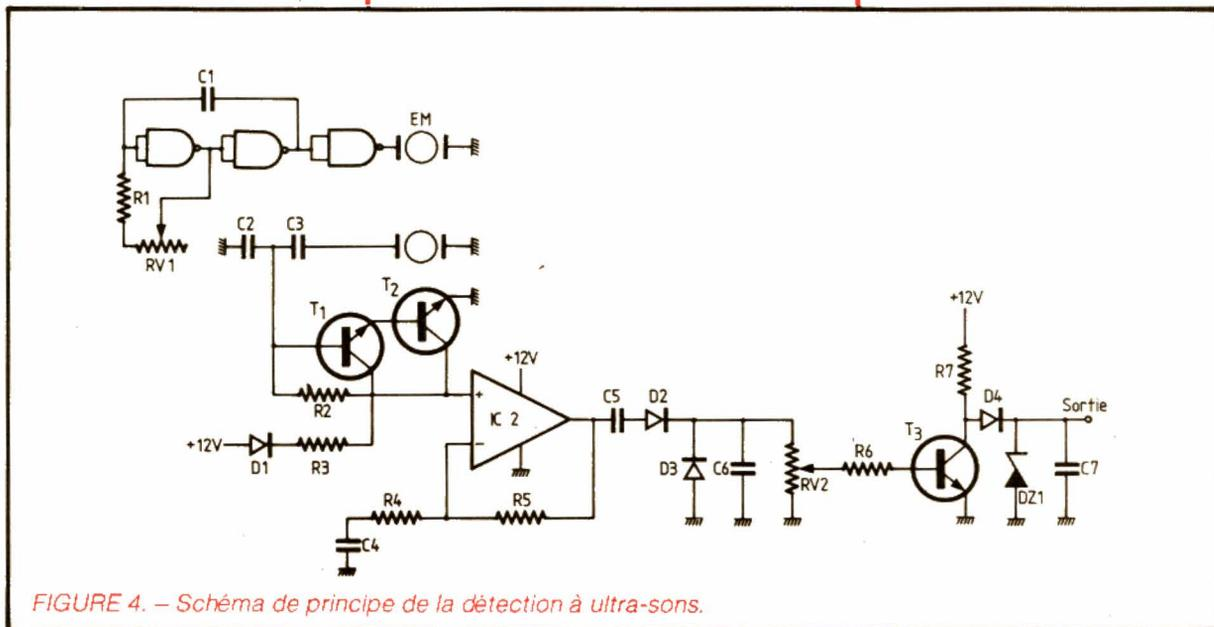
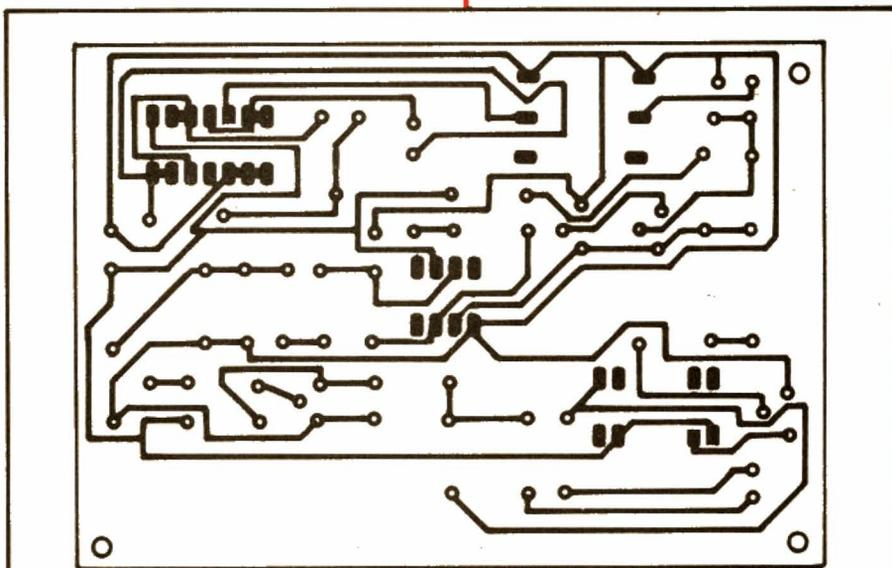
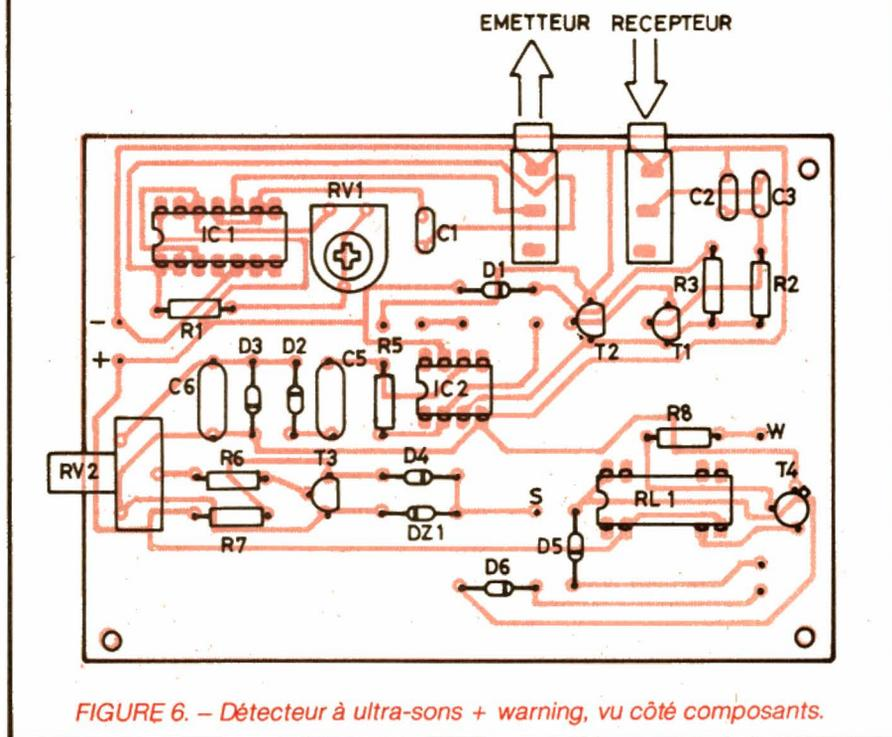

FIGURE 4. - Schéma de principe de la détection à ultra-sons.
FIGURE 5. - Circuit imprimé du détecteur à ultra-sons + warning.
FIGURE 6. - Détecteur à ultra-sons + warning, vu côté composants.
Un très classique CD4011 monté en oscillateur va nous fournir une suite d'impulsions dont l'amplitude variera de 12 à 18 V suivant la tension batterie. Un C-MOS comme le 4011 nous est apparu suffisant pour piloter correctement notre émetteur (6 heures de fonctionnement ininterrompu sans problèmes ni échauffement). En réception, on trouvera des BC239C qui sont des transistors à grand gain (800) et très faible bruit. Ce signal amplifié va alors être appliqué à l'entrée non inverseuse d'un classique amplificateur opérationnel (471) à qui sera confiée l'amplification finale. Un dernier transistor nous permettra de polariser correctement l'entrée du 74374 de la carte microprocesseur. Schéma de principe figure 4, tracé figure 5, implantation figure 6.